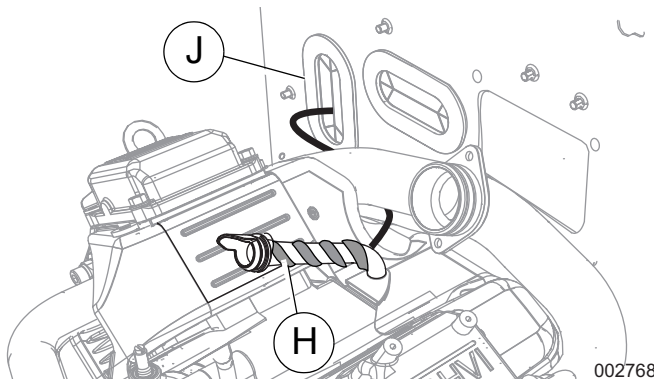

Рисунок 10. Обертывание шланга сапуна (11–22 кВт)
- См. **Рисунок 10**. Равномерно оберните нагревательную оболочку сапуна (H) вокруг шланга сапуна, как показано на рисунке, при этом выводные провода должны быть внизу. После установки оберните обогреватель сапуна и шланг силиконовой лентой (входит в комплект), чтобы зафиксировать обогреватель.